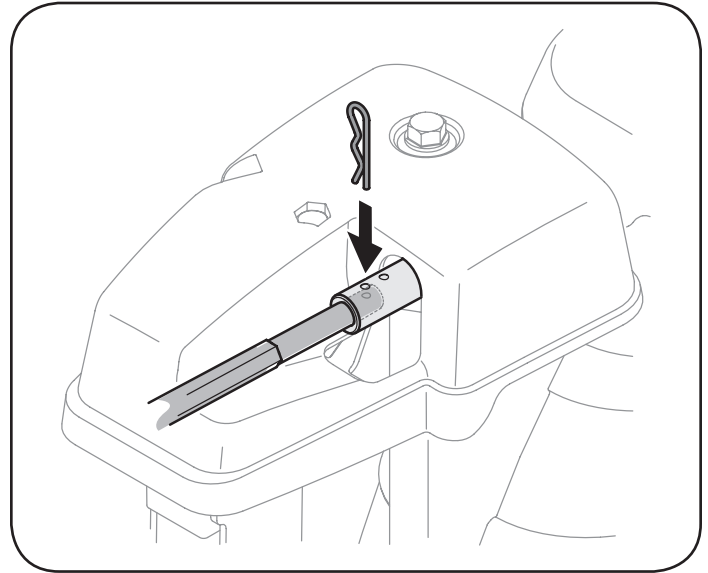

Figura 28
1. Retire el pasador de chaveta del orificio más cercano al conjunto del canal sobre el montaje de rotación del canal. Vea la Figura 28.
2. Saque la cubierta plástica de la correa ubicada en el frente del motor. Para ello saque los dos tornillos autorroscantes. Vea la Figura 28.